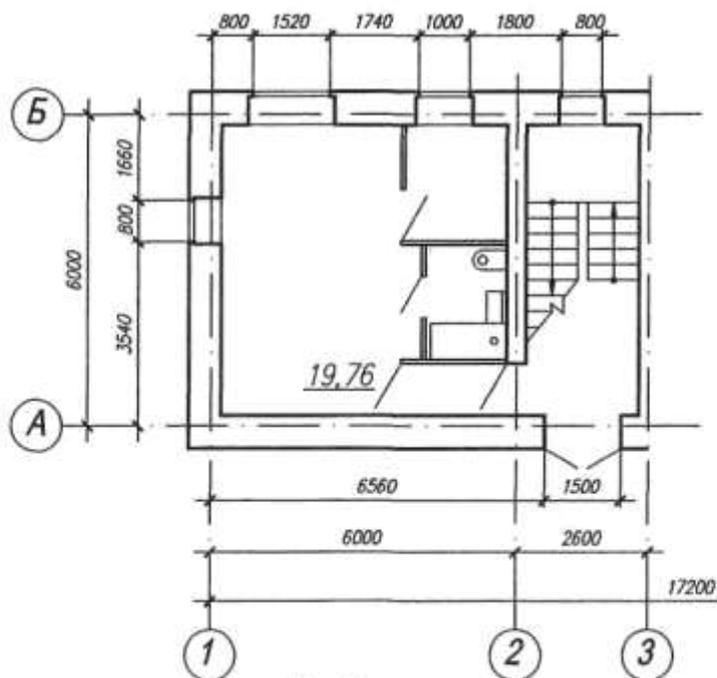

Рис. 11
15. Нанесение размеров (рис. 11).
16. Простановка площадей (рис. 11).
17. Нанесение обозначений координационных осей (рис. 11).